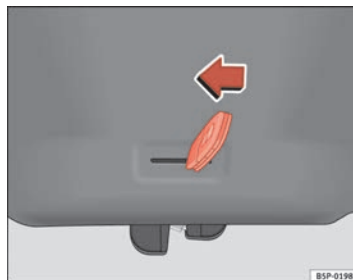

Abb. 67 Heckklappe: Notöffnung
- Stecken Sie den Schlüsselbart in den Schlitz und entriegeln Sie das Verriegelungssystem, indem Sie den Schlüssel von rechts nach links in Richtung Pfeil bewegen ⇒ **Abb. 67. ■**